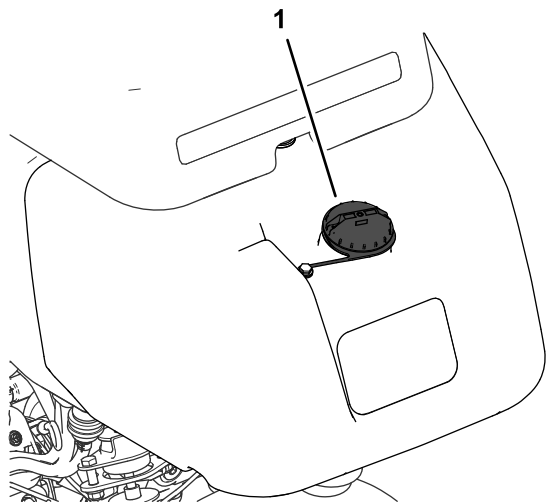

図 21
1. 燃料キャップの周囲をきれいに拭いてキャップを外す  図 21。